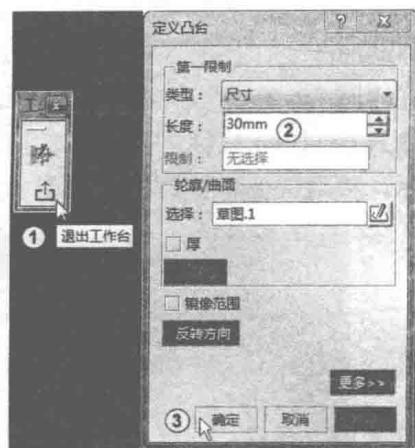

图 1-14 输入参数
单击“退出工作台”按钮 $\square$ ，退出草图模式，如图1-14中①所示。单击屏幕右侧的“凸台”按钮 $\square$ ，系统弹出“定义凸台”对话框，单击“类型”下拉列表框，在弹出的下拉列表中选择“尺寸”，在“长度”文本框中输入30，单击“确定”按钮，如图1-14中②③所示。